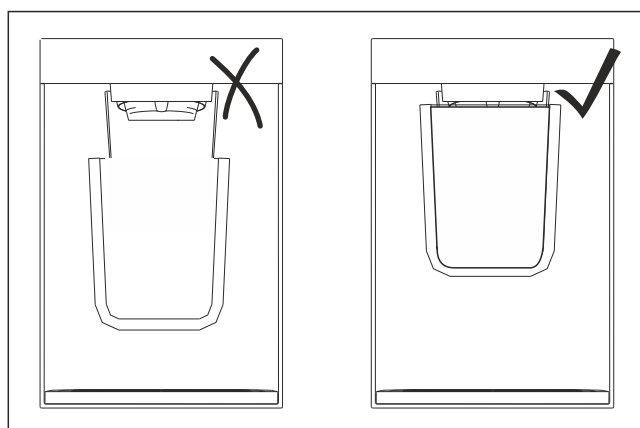

Fig. 101 Immagine a titolo di esempio
- Tenere il recipiente più vicino possibile all'apertura di erogazione. (vedere Fig. 101)